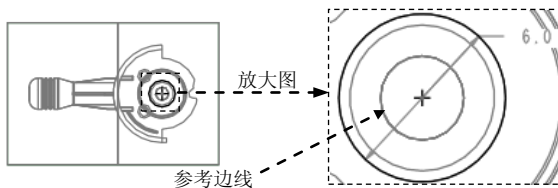

图 10.40 截面草图
(3) 绘制截面草图。进入草绘环境后, 绘制图 10.40 所示的截面草图, 完成截面的绘制后, 单击“草绘”操控板中的“确定”按钮